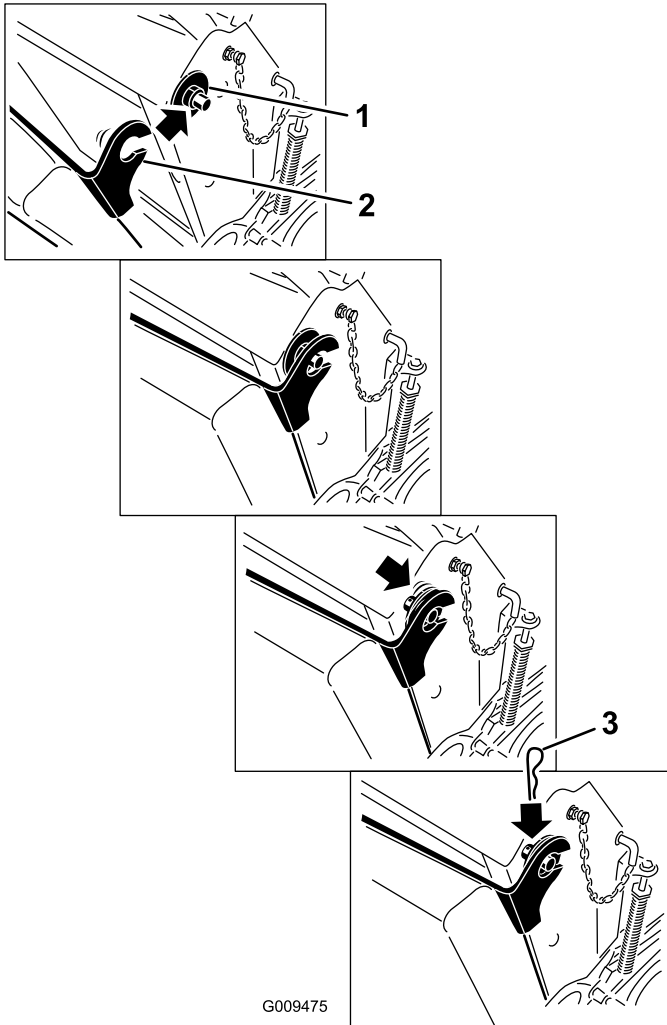

Figure 34
6. Relevez le coussin et engagez-le sur les goupilles de chaque côté de la machine (Figure 34).
7. Insérez les bagues en plastique des grandes rondelles dans les supports du coussin et fixez-les en place avec une goupille fendue (Figure 34).